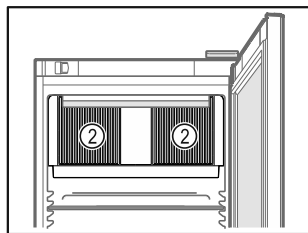

Fig. 78
- ❑ Ne pas obstruer les fentes d'aération Fig. 78 (2) du ventilateur de circulation d'air à l'intérieur de l'appareil.